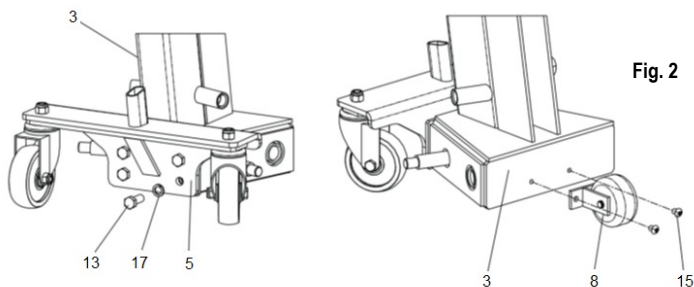

Fig. 2
1. Utilizzare la vite (13 - Fig. 2) e la rondella elastica (17 - Fig. 2) per collegare il gruppo ruota posteriore (5 - Fig. 2) con il telaio (3 - Fig. 2). Con la vite (15 - Fig. 2), fissare i componenti della ruota ausiliaria (8 - Fig. 2) al telaio (3 - Fig. 2) e bloccare le viti.